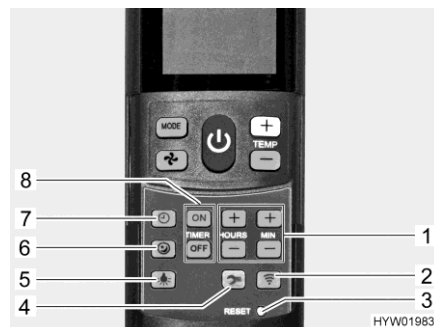

Fig. 230 Telecomando con tasti di impostazione (impianto di climatizzazione)
- Premere il tasto funzionamento silenzioso (Fig. 230,6). Durante il raffreddamento la ventola funzionerà ad un numero di giri inferiore, pertanto risulterà meno rumorosa.
- Premere il tasto ora (Fig. 230,7).
- Impostare le ore e i minuti con i tasti (Fig. 230,1).
- Premere il tasto "ON" (Fig. 230,8).
- Premere i tasti per l'impostazione degli orari (Fig. 230,1) fino a che non è stato raggiunto l'intervallo orario desiderato per l'accensione.
- Premere il tasto "OFF" (Fig. 230,8).
- Premere i tasti per l'impostazione degli orari (Fig. 230,1) fino a che non è stato raggiunto l'intervallo orario desiderato per lo spegnimento.
- Premere di nuovo il tasto "ON" o il tasto "OFF" (Fig. 230,8).
- Premere il tasto luce (Fig. 230,5). La luce viene accesa all'ultimo livello di regolazione impostato.
- Premere e tenere premuto il tasto luce (Fig. 230,5), finché non si raggiunge la luminosità desiderata.
- Premere il tasto luce (Fig. 230,5).
- ▷ Il tasto Setup (Fig. 230,4) permette di collegare il telecomando all'impianto di climatizzazione al omento della prima messa in funzione.